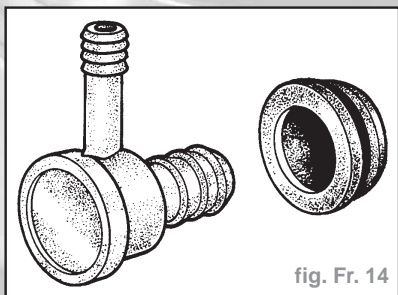

fig. Fr. 14
- Sous le pédalier, à l'aide d'un tournevis ou d'un crochet métallique, extraire le filtre usagé (A). Couper en F le filtre neuf (voir figure) et l'engager autour de la tige puis le faire pénétrer dans son logement en veillant à l'étendre dans tout l'alésage, pour éviter les passages d'air non filtré.
- Tirer en tournant le clapet de retenue pour le dégager de la rondelle d'étanchéité en caoutchouc (fig. Fr. 14).